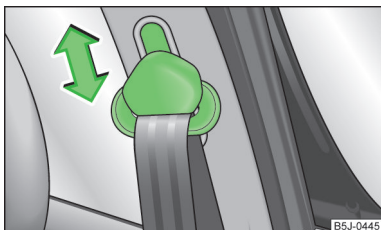

Fig. 115
- Apăsăți armătura de ghidare și împingeți în direcția dorită, înspre în sus, sau înspre în jos » fig. 115.